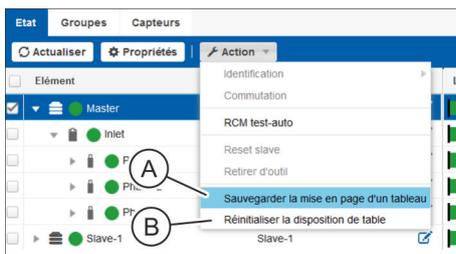

Fig. 97 : Point de menu « Actions »
5. ➔ Sauvegarder le groupement modifié grâce au point de menu « Action ➔ Sauvegarder la mise en page d'un tableau » (Fig. 97 /Ⓐ).
6. ➔ Revenir aux paramètres de base grâce au point de menu « Action ➔ Réinitialiser la disposition de table » (Fig. 97 /Ⓑ).